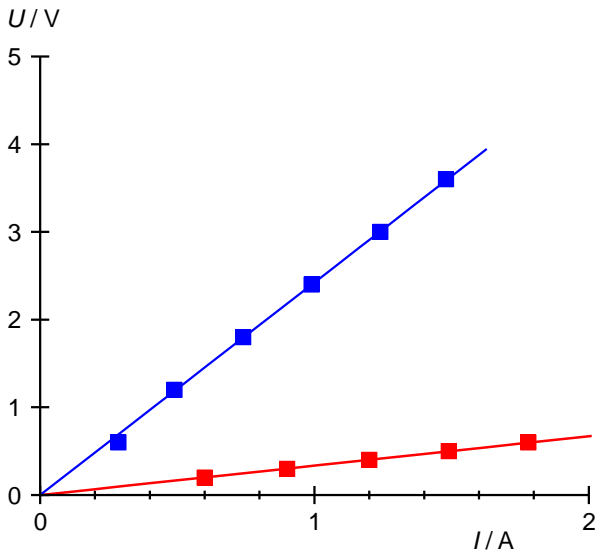

Fig. 2: Diagramma $U-I$ per filo di costantana (blu) e filo di ottone (rosso) con lunghezza $x = 1$ m e spessore $d = 0,5$ mm.
- Rappresentare i valori di misurazione per ciascuno dei tre parametri ρ , x e d in un diagramma $U-I$ (Fig. 2, 3, 5).
- Adattare ai punti di misurazione $U(I)$ rette di origine dalla cui pendenza si ricavano direttamente, in base a (1), le resistenze ohmiche R (Tab. 4, 6, 7).
- Nel caso di fili di diverso materiale, con l'ausilio dei valori noti di lunghezza x e spessore d calcolare direttamente in base a (2) il valore della resistenza specifica ρ (Tab. 5).
Tab. 4: Resistenza ohmica per un filo di costantana e un filo di ottone con lunghezza $x = 1$ m e spessore $d = 0,5$ mm, determinata a partire dalla pendenza delle rette adattate ai punti di misurazione in Fig. 2.